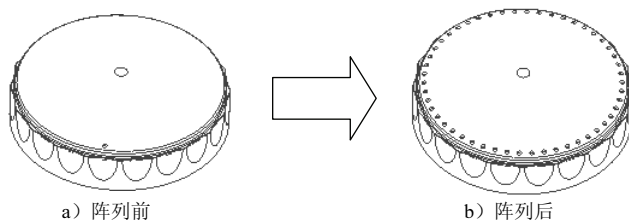

图 7.12 环形阵列 2
(3) 定义拉伸属性。再次单击 **创建** 区域中单击  按钮, 然后将布尔运算设置为“求差”类型  , 在 **范围** 区域中的下拉列表中选择 **贯通** 选项, 将拉伸方向设置为“方向 1”类型  。
(4) 单击“拉伸”对话框中的 **确定** 按钮, 完成拉伸特征 1 的创建。
Step 11 创建图 7.12 所示的环形阵列 2。